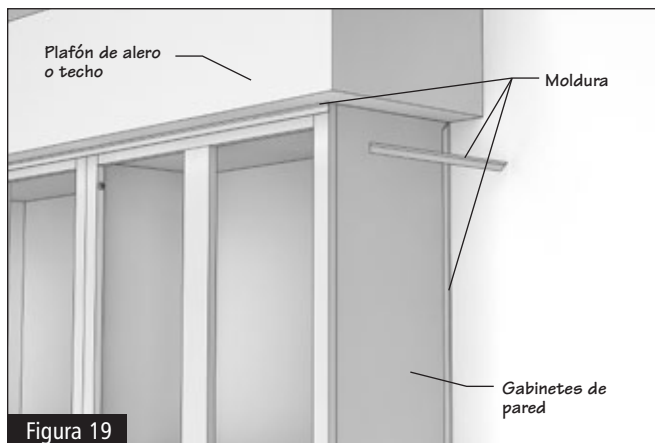

Figura 19
7.1 La moldura se utiliza para cortar los gabinetes en la parte donde se unen con una pared adyacente, un plafón de alero o un techo. Mida y corte cuidadosamente la longitud adecuada. Utilice clavos de acabado pequeños o una clavadora para colocar donde el gabinete y la pared se unen. (Figura 19)